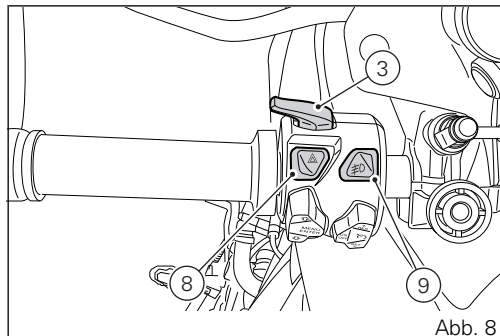

Abb. 8
3) LICHTEREIN- UND UMSCHALTTASTE (FERN-/ABBLENDLICHTER)(Abb. 8)